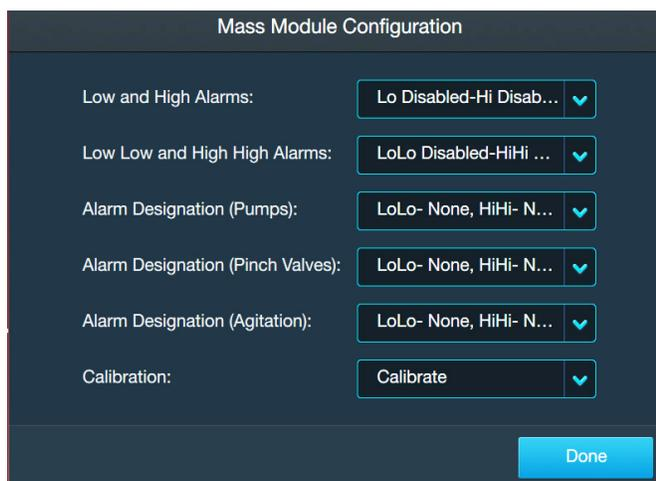

Abbildung 3.21. Bildschirm „Mass Module Configuration“ (Konfiguration des Moduls „Masse“).
Verwenden Sie die folgenden Informationen und Schritte, um das Modul „Mass“ (Masse) zu konfigurieren. Alle nachstehend aufgeführten Elemente sind in Abbildung 3.21 dargestellt. **Hinweis:** Sie können während der Konfiguration eines Moduls jederzeit im unteren Bereich des Konfigurationsbildschirms auf „Done“ (Fertig) tippen. Dadurch werden Ihre Eingaben gespeichert, und Sie können beim nächsten Öffnen der Modulkonfiguration dort weitermachen, wo Sie aufgehört haben.
1. Gehen Sie auf dem Bildschirm „Home“ (Start) der Touchscreen-Konsole zum Modul „Mass“ (Masse) und tippen Sie auf „Configure“ (Konfigurieren). Der Bildschirm „Mass Module Configuration“ (Konfiguration des Moduls „Masse“) wird angezeigt (Abbildung 3.21). Tippen Sie auf das Feld „Units“ (Einheiten).